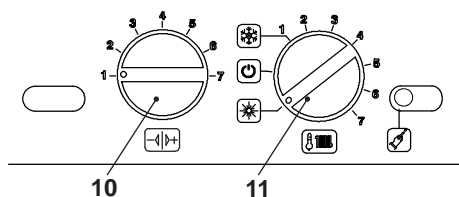

Figura 2.5
- Ruotate il selettore 11 come in Figura 2.5.